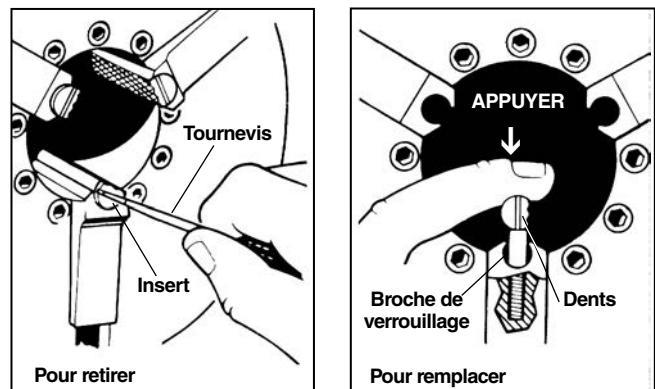

Figure 33 – Remplacement des inserts de mâchoire
- Utilisez un tournevis pour tourner l'insert de 90 degrés d'un côté ou de l'autre, puis retirez l'insert (*Figure 33*).
- Positionnez l'insert latéralement sur la broche de verrouillage, puis enfoncez-le à fond (*Figure 33*).